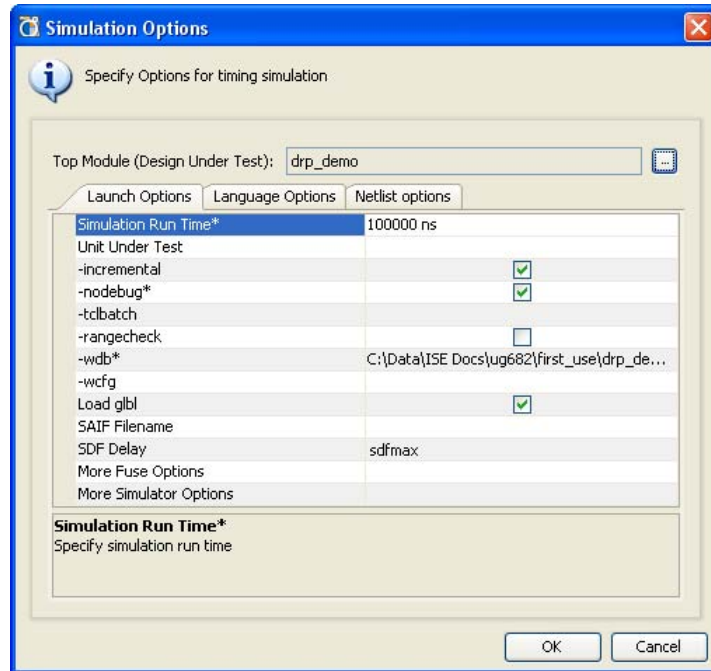

図 11-19: タイミング シミュレーションの起動オプション
- **[Options]**：335 ページの図 11-19、337 ページの図 11-20、および 338 ページの図 11-21 に示すような **[Simulation Options]** ダイアログ ボックスを開きます。
[Simulation Options] ダイアログ ボックスには、Fuse および ISim の実行を制御する [Launch Options] タブが含まれます。図 11-19 は、この [Launch Options] タブを示しています。